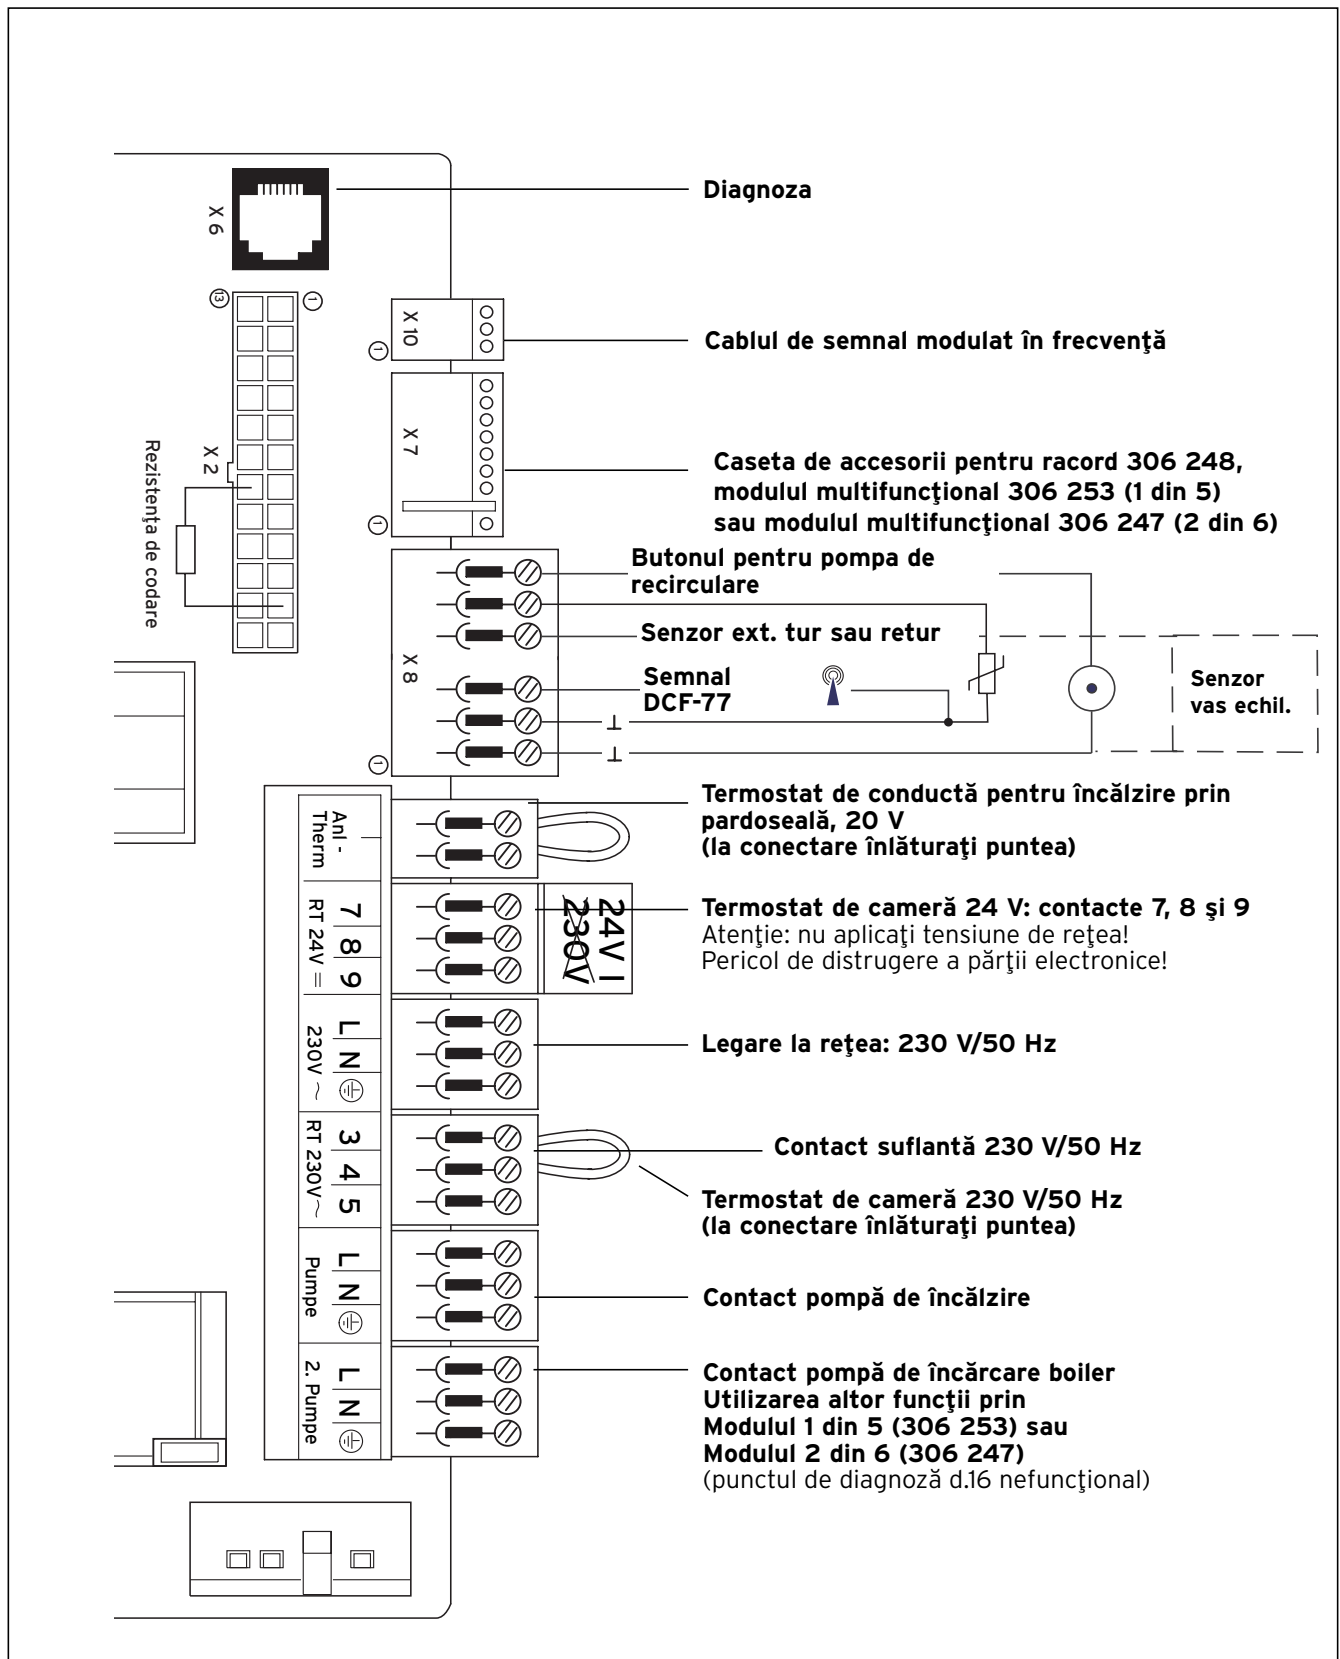

Fig. 4.11 Planul de conexiuni ecoTEC VU 656-7
- Conectați cablul de legătură corespunzător fig. 4.11/4.12 la fișa ProE, respectiv prizele de fișe aferente ale părții electronice.
- Declipsați capacul posterior al pupitrului de comandă (1) din punctele (2) și rabatați în sus capacul.
- Treceți conductorii de legătură ai fiecărei componente care urmează să fie conectată prin îmbinările filetate PG (4) din stânga, la partea inferioară a aparatului.
- În final, introduceți conductorii de legătură (5) în pupitrul electronic și scurtați-i la lungimea necesară.
- Îndepărtați izolația aprox. 2-3 cm de pe conductorul de legătură și desizolați firele (vezi fig. 4.11).